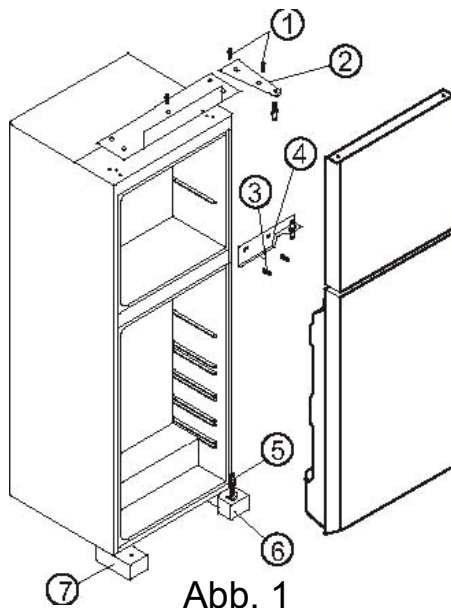

Abb. 1
- Demontieren Sie das Scharnier durch Entfernen der Schrauben (Abb. 1 Nr. 1 u 2) nehmen Sie die obere Türe ab und stellen Sie an einen sicheren Platz.
- Bei der unteren Tür entfernen Sie die mittlere Halterung durch Lösen der Befestigungsschrauben. (Abb. 1 Nr. 3 u 4)
- Heben Sie nun die untere Tür vom Scharnierstift (Abb. 1 Nr. 5 und 6) und stellen sie ebenfalls an einen sicheren Ort.
- Montieren Sie die justierbaren Füße (Abb. 1 Nr. 6 und 7) jeweils auf die gegenüberliegende Seite.
Nischen- und Gerätemaße (Fig. 1)
(Fig. 1)
Gerät vorsichtig in die Möbelnische schieben (Fig. 1) bis zum Rasterstreifen "A"